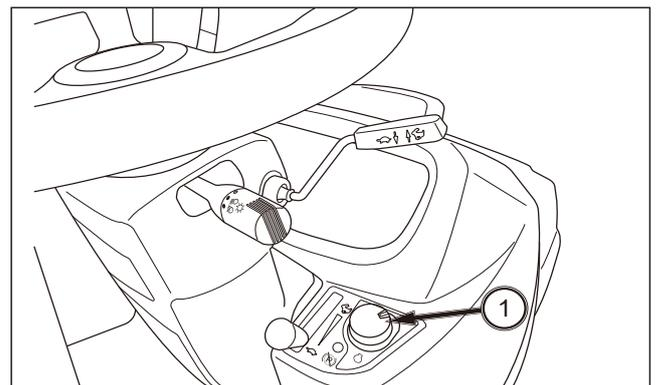

FIG. 44
FIG. 44: Interruptor de parada de emergencia (1): pulse el interruptor para detener el motor inmediatamente. Con este interruptor en posición STOP, el tractor no puede arrancar.